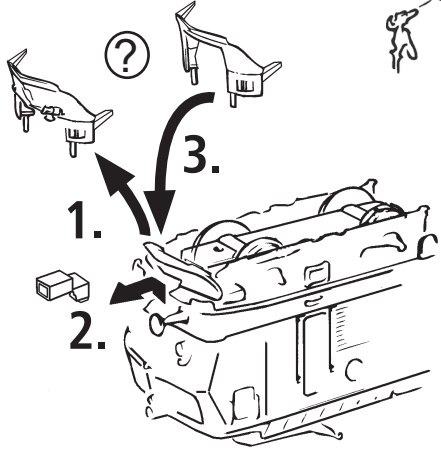

Fig. 3
**2. Schmierung:** Versehen Sie die im Schmierplan in Fig. 8 gekennzeichneten Stellen mit nur **kleinen Öltropfen**. Dazu zuerst das Lokgehäuse abnehmen (Fig. 3). Wir empfehlen den **ROCO Öler Art.-Nr. 10906**. Fürs Schmieren der Getriebeteile (Zahnräder, Schnecke) empfehlen wir das **ROCO-Spezialfett Art.-Nr. 10905**. Im Falle der Schmierung diese Teile **nicht ölen**.
**Mehrzugbetrieb:** Zuerst Lokgehäuse abnehmen (Fig. 3). Danach den Brückenstecker aus der Schnittstelle entfernen (diesen sorgsam aufbewahren). Danach den Stecker des Decoders lagegerecht einsetzen (Fig. 5).
**4. Motorwechsel:** Lokgehäuse abnehmen (Fig. 3). Danach wird der Motor ausgebaut und ausgewechselt (Fig. 9).
**2. Lubrication:** Apply **tiny oil drops** to spots marked in fig. 8. Prior to lubrication dismantle locomotive (fig. 3). We recommend using item no. **10906, Roco oiler**. For lubrication the gearparts (e.g. cogwheels, worm) we would recommend our Roco **special grease** (item no. **10905**). **Attention:** Please do not oil these parts when using our grease.
**4. Motor Changing:** First remove loco body (fig. 3), and then the motor (fig. 9).
**2. Graissage:** N'appliquez **qu'une toute petite goutte** aux endroits indiqués par le plan de graissage (fig. 8) après avoir démonté la caisse de la locomotive (fig. 3). Nous vous recommandons **le graisseur à huile Roco réf. 10906**. Pour graisser les engrenages (roues dentées, vis sans fin) nous vous conseillons la **graisse spéciale Roco réf. 10905** pour engrenages en matières synthétiques. Lorsque vous utilisez cette graisse il faut éviter d'huiler ces composants.
**4. Remplacement du moteur:** Démontez la caisse (fig. 3). Démontez ensuite le moteur (fig. 9).